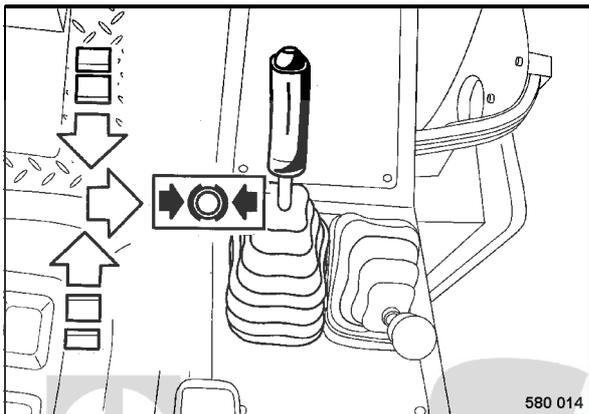

fig. 39
- Ramener lentement le levier de commande de marche (fig. 39) sur position "neutre" et l'enclencher vers la droite en position de freinage.